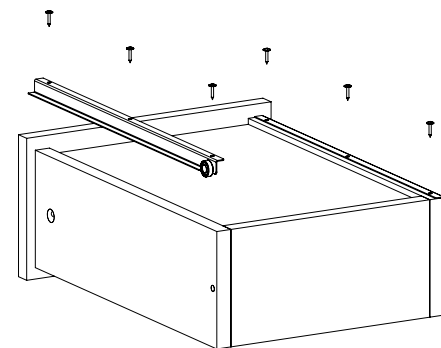

Рис.7
7. Закрепить ползки направляющих на ящик шурупами 3,5x16 (Рис. 7). С помощью шурупа 4x40 прикрутить ручку на деталь 7.